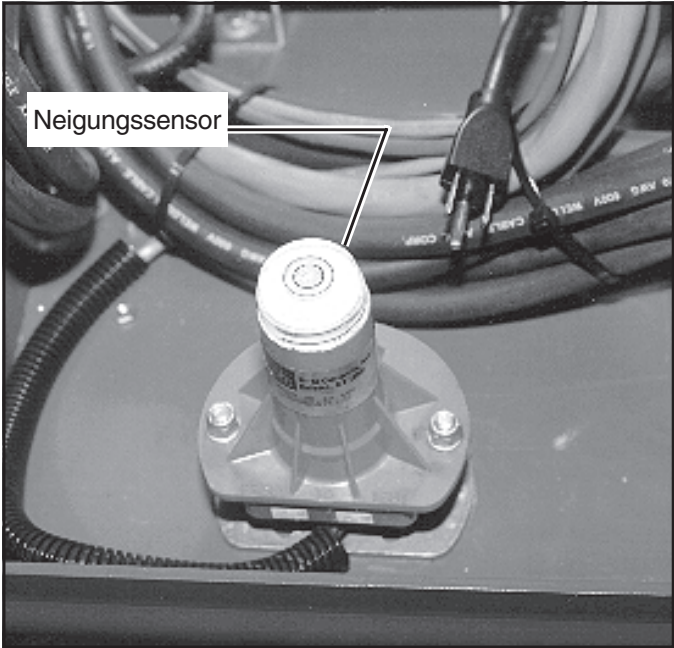

Abbildung 3: Neigungssensor
- Chassis-Hochfahrknopf am unteren Bedienpult drücken, um die Arbeitsbühne hochzufahren, während gleichzeitig der Neigungssensor (Abbildung 3) aus dem Lot gedrückt wird. Die Arbeitsbühne darf sich dabei nur zum Teil heben, und das Kippwarnsignal muß ertönen. Sollte sich die Arbeitsbühne weiter heben und/oder kein Alarm ertönen, sofort die **STOP-Taste** betätigen und die Maschine so lange außer Betrieb setzen, bis sie repariert ist.